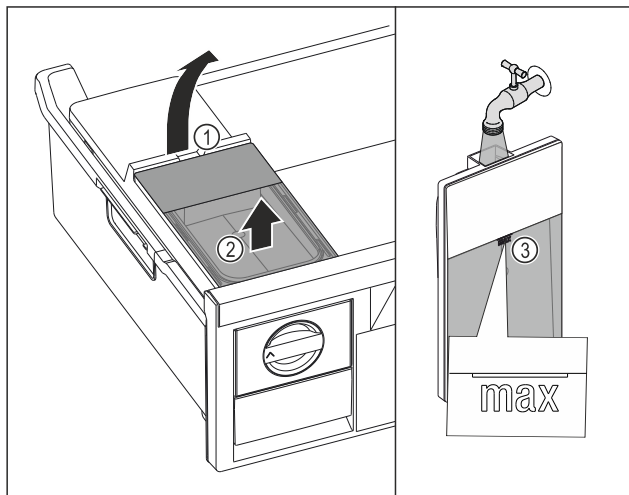

Fig. 149
- Soulever le réservoir d'eau par l'encoche Fig. 149 (1).
- Retirer le réservoir d'eau par le haut. Fig. 149 (2)
- Remplir le réservoir d'eau potable jusqu'au repère Fig. 149 (3).